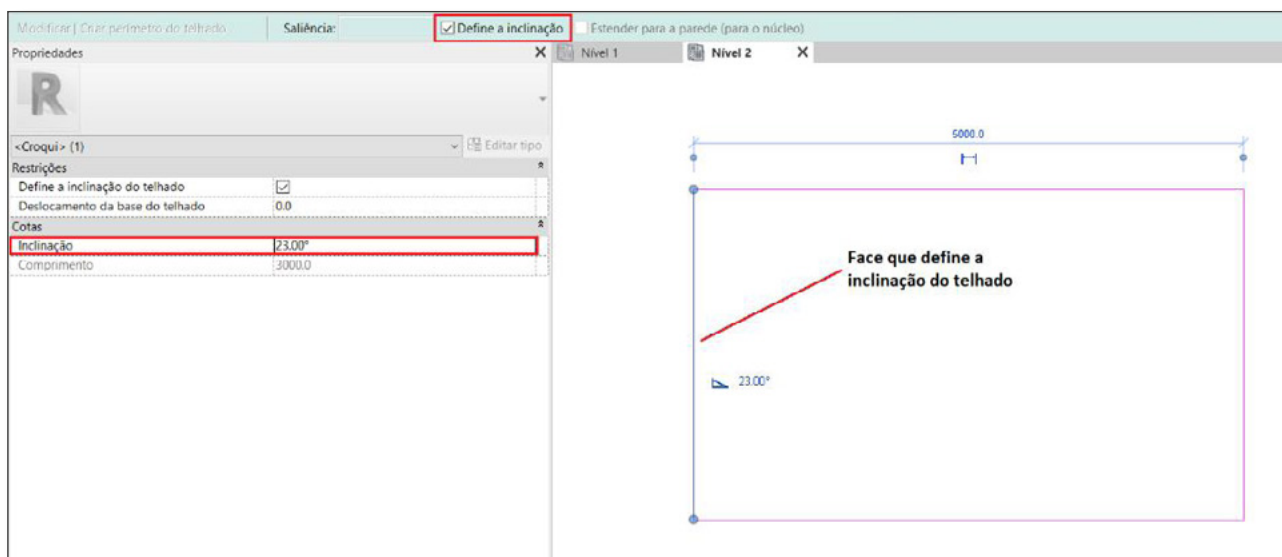

Figura 52 – Exemplo de contorno de telhado.
7. Na barra de opções, marque a opção "Define inclinação" e no painel de "Propriedades", ajuste no parâmetro "Inclinação" para 23 graus. A Figura 52 mostra o estado do comando "Telhado" até este ponto;